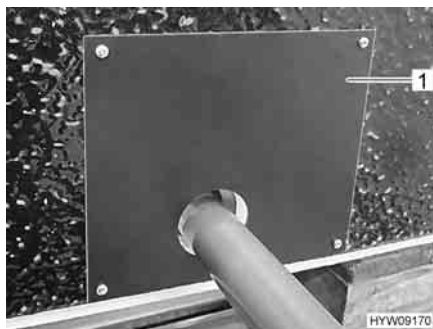

Fig. 101 Copertura della vasca del serbatoio delle acque grigie
- Rimuovere la copertura (Fig. 101,1) della vasca del serbatoio delle acque grigie.
- Posizionare la copertura (Fig. 101,1).